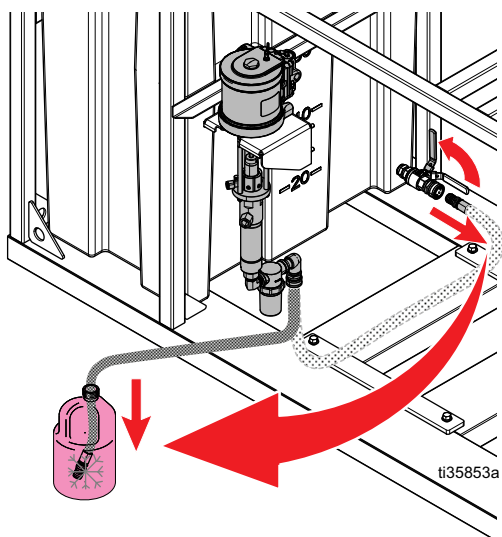

FIG. 39: Introduire le tuyau sur l'admission de la pompe
2. Vidanger le réservoir d'eau (AF). Débrancher le tuyau sur l'entrée de la pompe et ouvrir la vanne (AG) du réservoir d'eau. Voir FIG. 39.